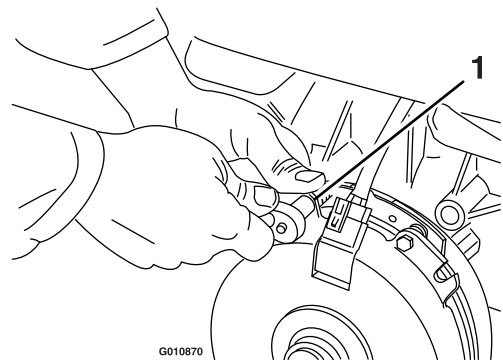

図 68
- 図 68に示すように、両方のブレーキ取り付けボルトを1/2-1回転緩める。